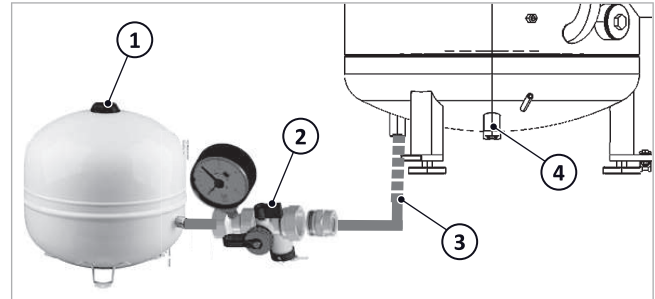

Abb. 3: MAG mit Anschlussgruppe am SolvisBen
Der SolvisBen kann mit einer thermischen Solaranlage erweitert werden. Er verfügt intern bereits über einen Solarschichtenlader → Abb. 3 (4) zur optimalen Einschichtung der Solarwärme in den Speicher und alle Regelungsfunktionen für den Solarbetrieb in der Systemregelung.